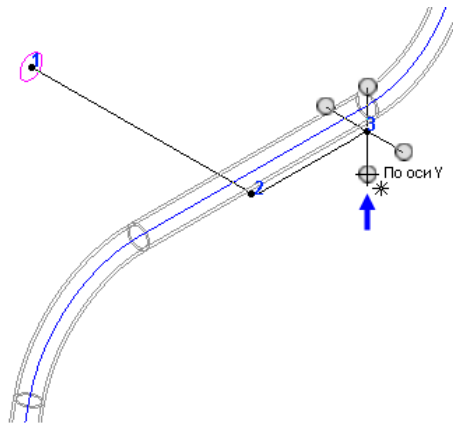

Рисунок 52
- Укажите направление третьего сегмента По оси Y. (рис. 52).